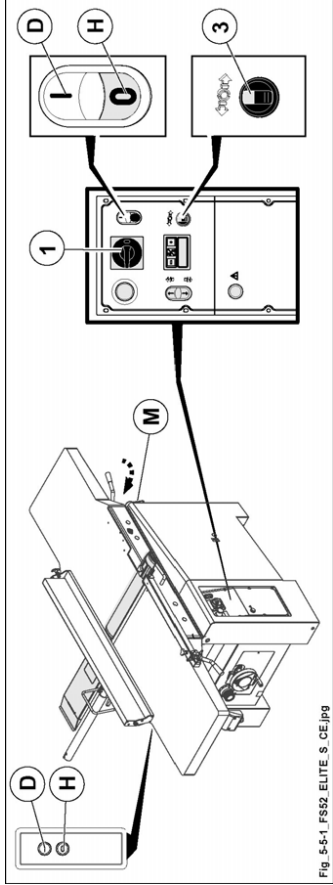

Abb. 5.5.1
- Sich vergewissern, dass die Abbrichttische geschlossen sind und sie durch den zweckmässigen Griff blockieren (M Abb. 5.5-1).
- Den verriegelbaren Hauptschalter (1 Abb. 5.5-1) auf I (ON) drehen.
- Die Taste (D Abb. 5.5-1) drücken um das Arbeitsaggregat zu starten.
- 1) Taste (H Abb. 5.5-1) drücken.
- 2) Den verriegelbaren Hauptschalter (1 Abb. 5.5-1) auf "0" (OFF) drehen.
es ist verboten den Motor zu stoppen durch Drehen des Wählschalters (3 Abb. 5.5-1) auf Symbol ; motorbremse gelöst: Meldeleuchte angezündet.